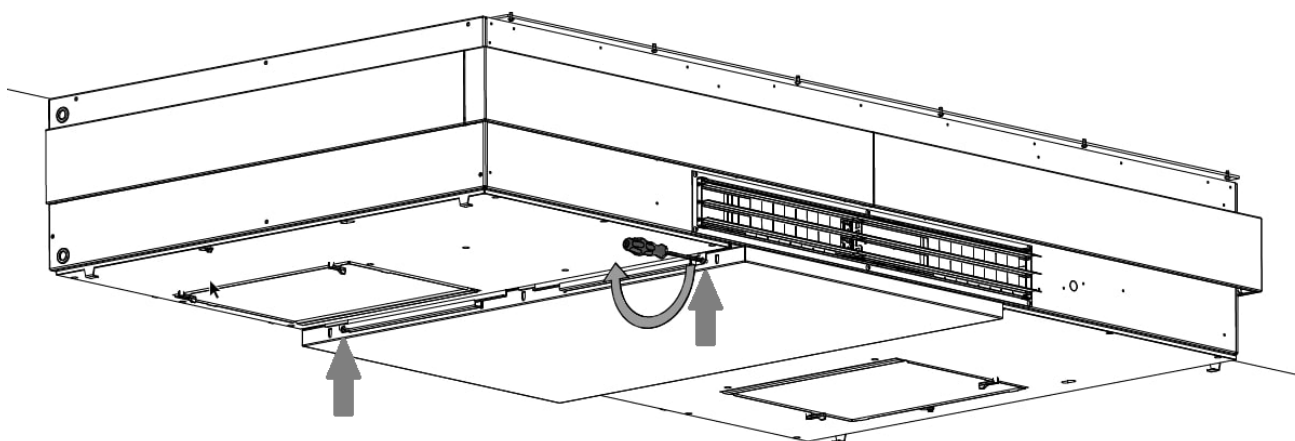

Figur 51: Løft den midterste bundplade op og over på hængslerne
1. Løft den midterste plade over på hængslerne, se Figur 51 nedenfor.